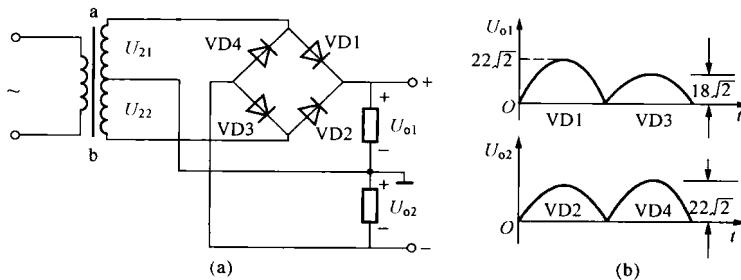

图 1-8 例 1-12 图
**【例 1-12】** 图 1-8 (a) 是能输出两种整流电压的双向全波整流电路, 试分析各个二极管的导电情况, 标出  $U_{o1}$  和  $U_{o2}$  的对地极性。并计算出  $U_{21} = U_{22} = 20V$  (有效值) 时  $U_{o1}$  和  $U_{o2}$  各是多少? 如果  $U_{21} = 22V$ ,  $U_{22} = 18V$ , 画出  $U_{o1}$  和  $U_{o2}$  的波形, 并计算每个二极管的最大反向峰值电压将各为多少?
解: 图 1-8 (a) 为两组单相全波整流电路。当  $U_2$  的极性是 a 端为正, b 端为负时, 这时 VD1 和 VD3 导通, VD2、VD4 截止; 当  $U_2$  的极性反过来, 即 a 端为负, b 端为正时, 这时 VD2 和 VD4 导通, VD1 和 VD3 截止。VD1、VD3 输出  $U_{o1}$  对地极性为正; VD2、VD4 输出  $U_{o2}$  对地极性为负。
(1) 当  $U_{21} = U_{22} = 20V$  时,  $U_{o1} = U_{o2} = 0.9 \times 20 = 18(V)$ , 极性如图 1-8 (a) 所示。
(2) 当  $U_{21} = 22V$ ,  $U_{22} = 18V$  时, a 端正,  $U_{21}$  正极性, VD1 导通, 则  $U'_{o1} = 22 \times 0.45 = 9.9(V)$ 。
$U_{o1}$  和  $U_{o2}$  波形如图 1-8 (b) 所示。